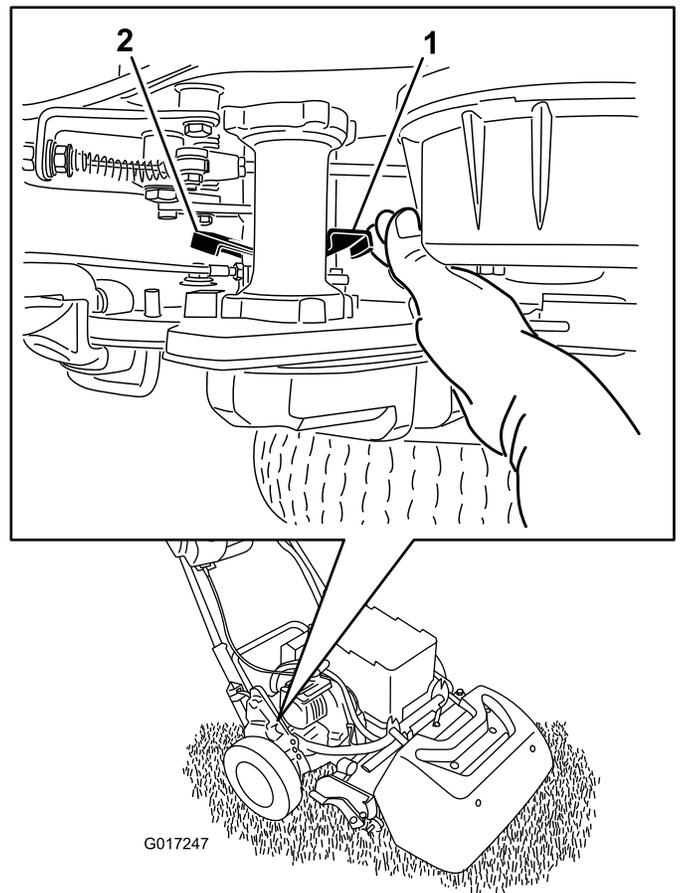

图32
1. 在机器的右后角, 找到靠近驱动装置壳体轮鼓的牵引接合/分离控制杆 (图32)。